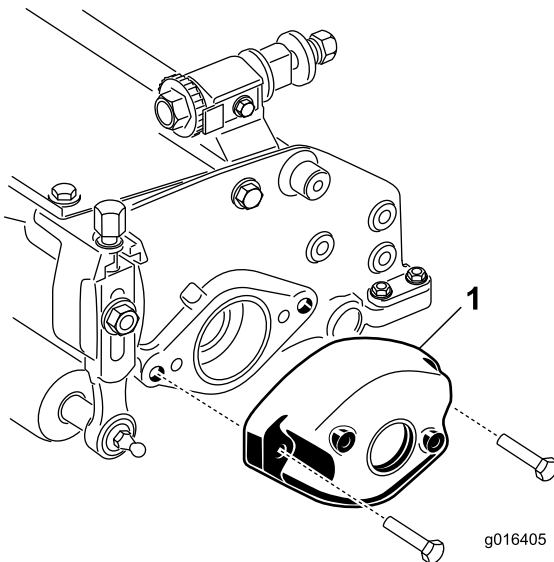

Bild 3
2. Nehmen Sie das Gegengewicht ab (Bild 3).